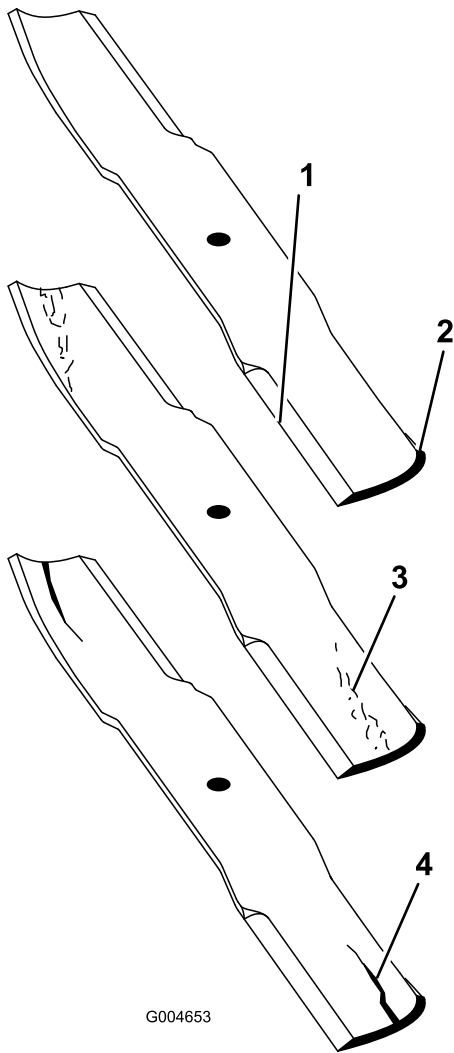

図 130
2. ブレードの切っ先を注意深く観察、特に、直線部と曲線部が交わる部分をよく観察する 図 130。
**注** この、直線部と曲線部の交差域は、砂などによる磨耗が進みやすい部分なので、機械を使用する前によく点検することが必要である。磨耗が進んでいる場合 図 130には、ブレードを交換する。